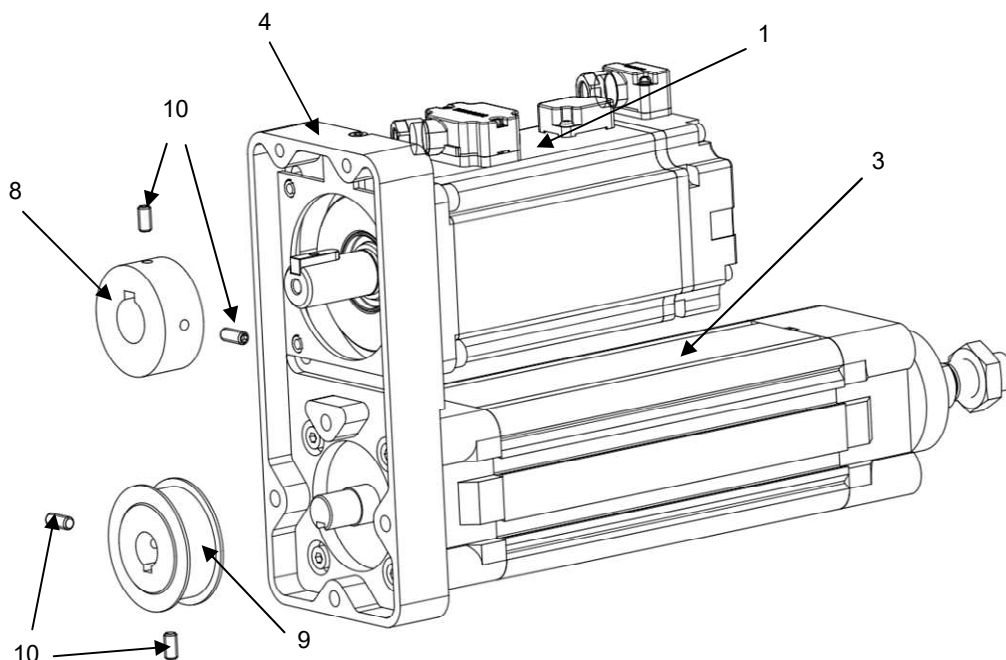
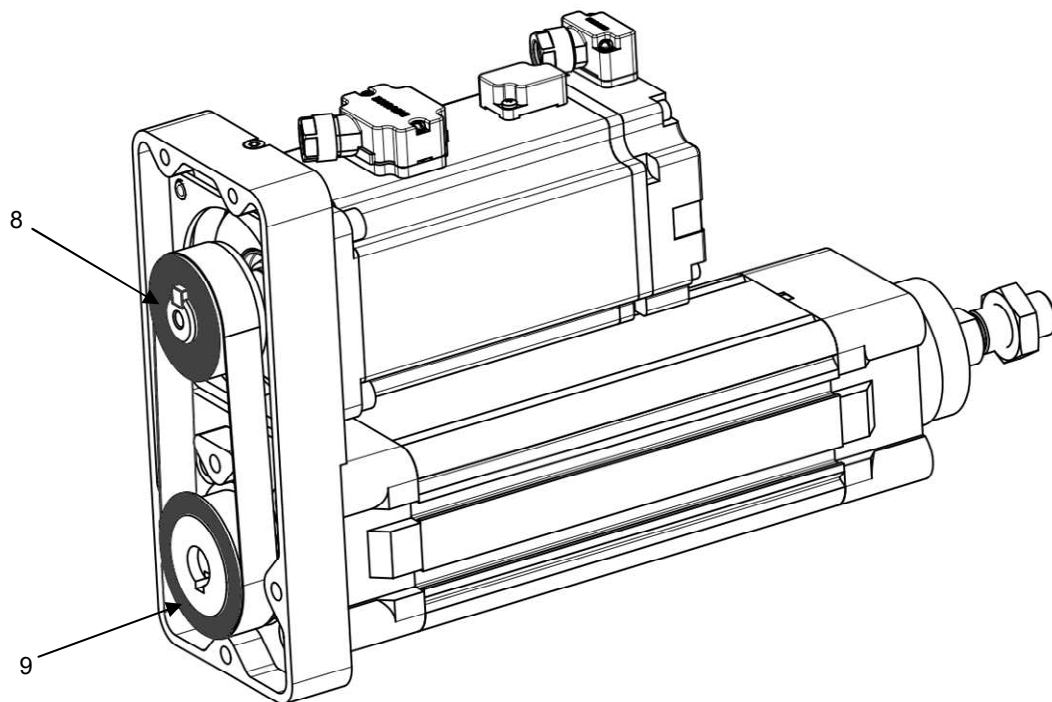

Рисунок 11 – Установка шкивов.
Рисунок 12 – Положение шкивов.
3) установить шкив (поз. 9) на вал модуля (поз. 3) до упора (см. рисунок 11). Затем установить шкив (поз. 8) в одной плоскости со шкивом (поз. 9) на вал двигателя (поз. 1) (см. рисунок 12). Закрепить шкивы при помощи винтов (поз. 10);